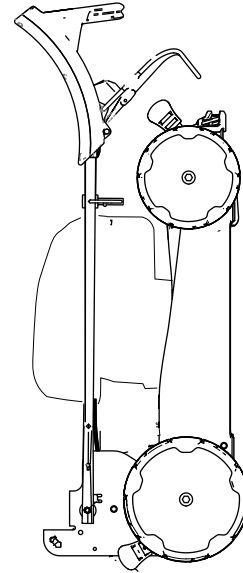

Figura 24
5. Ridicați partea frontală a mâinii cu ajutorul mânerului și mutați-o într-un spațiu de depozitare (Figura 24).